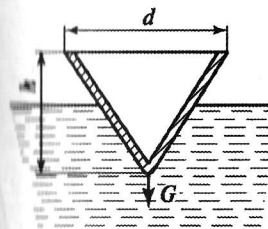

Рис. 4.12
**Задача 4.12.** Коническое тело с диаметром основания  $d = 0,4 \text{ м}$ , высотой  $h = 0,5 \text{ м}$  и массой  $m = 10 \text{ кг}$  плавает в воде (рис. 4.12). Какое количество воды необходимо залить в эту емкость для полного ее погружения?